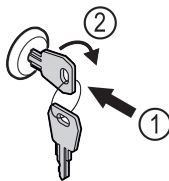

Fig. 164
- Vstavite ključ. Fig. 164 (1)
- Ključ obrnite v smeri urnih kazalcev za 90°. Fig. 164 (2)